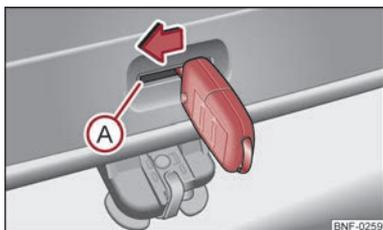

Fig. 15 Sbloccaggio di emergenza del portellone posteriore
- Inserire la chiave della vettura o un attrezzo analogo nell'apertura **A** ⇒ fig. 15 nel rivestimento del portellone posteriore sino all'arresto.